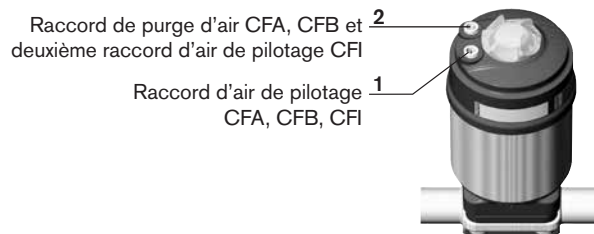

Fig. 10 : Raccordement pneumatique
- Raccorder le fluide de pilotage au raccord d'air de pilotage 1 de l'actionneur (voir « Fig. 10 : Raccordement pneumatique »).
- Insérer le silencieux dans le raccord de purge d'air libre 2 (voir « Fig. 10 : Raccordement pneumatique »).
- Raccorder le fluide de pilotage au raccord d'air de pilotage 1 et 2 de l'actionneur (voir « Fig. 10 : Raccordement pneumatique »).